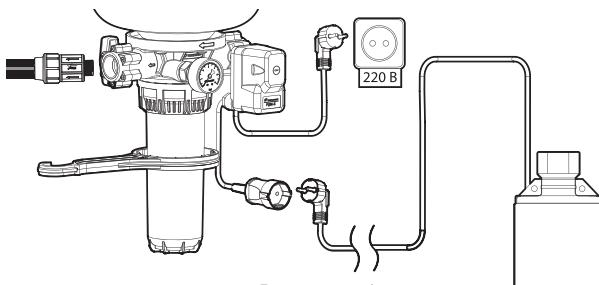

Рисунок 4
**8.** После монтажа насоса и проверки качества соединения КРАБ с насосом и с водопроводной сетью, подключите КРАБ к источнику электропитания с напряжением 220 В (рисунок 4).
8. После монтажа насоса и проверки качества соединения КРАБ-Т с насосом и с водопроводной сетью, подключите КРАБ-Т к источнику электропитания с напряжением 220 В (рисунок 4).